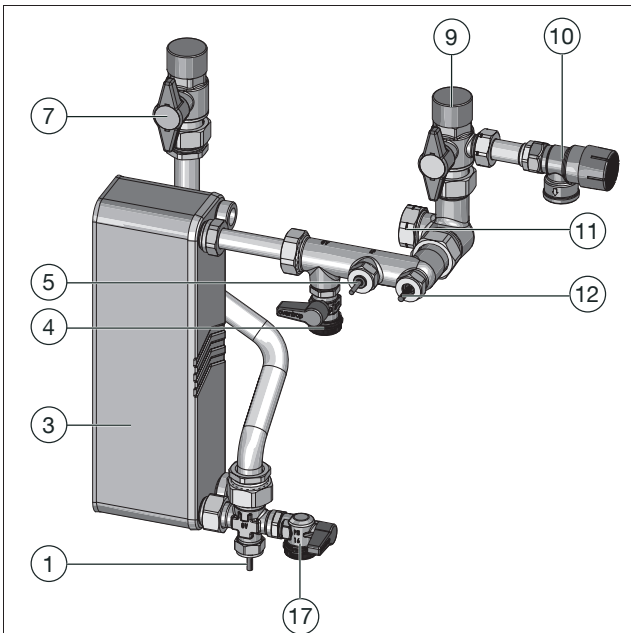

Abb. 21: Trinkwasserkreis Befüllen und Entlüften
1. Öffnen Sie langsam den Absperrkugelhahn Trinkwasser warm (siehe Position (7) in Abb. 21 und in Abb. 1 auf Seite 11).
2. Öffnen Sie langsam den Absperrkugelhahn Trinkwasser kalt (siehe Position (9) in Abb. 21 und in Abb. 1 auf Seite 11).
- ▶ Falls im Trinkwasserkreis weiterhin Geräusche durch Luft einschüsse entstehen, öffnen Sie leicht den KFE-Kugelhahn Trinkwasser warm bis nur noch Wasser austritt (siehe Position (17) in Abb. 21 und in Abb. 1 auf Seite 11).